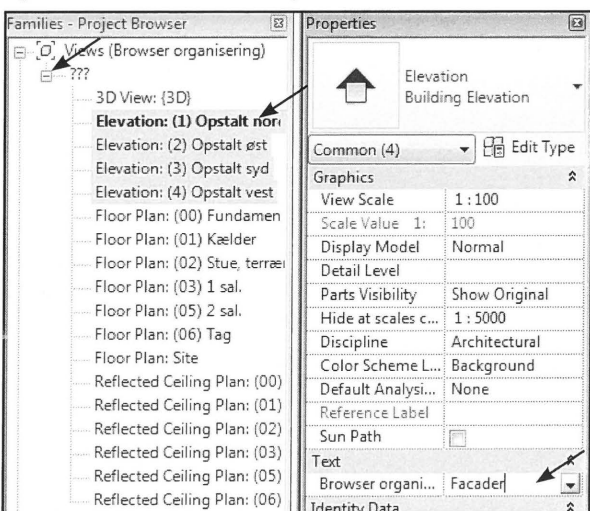

Fig. 13.27. Marker *Views* og opret nye kategorier.
- Tryk på + ud for ??? i *Project Browseren* (Fig. 13.27).
- Marker nu et eller flere *Views* af samme kategori i *Project Browseren*, eksempelvis alle facaderne og find den oprettede *Parameter* i *Properties* (Fig. 13.27).